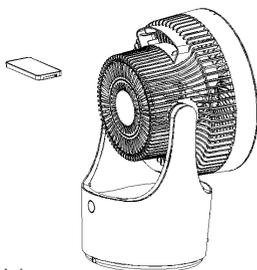

Bild 1
- Dieser Ventilator muss nicht montiert werden. Der Griff im hinteren Ventilatorgitter kann zum tragen benutzt werden. Hier können Sie auch die Fernbedienung verstauen. (siehe Bild 1)